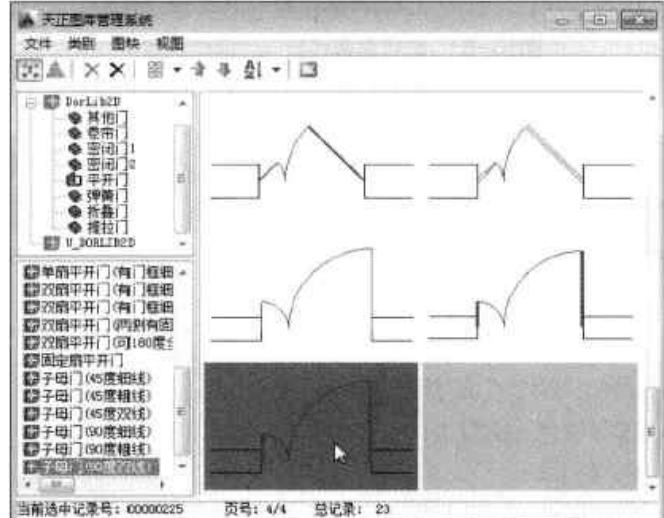

图16-68 选择满意门样式
**Step 04** 在右侧平开门预览视图中，选择满意的平开门样式，或在左侧平开门样式列表中，选择满意的门样式，如图 16-68 所示。